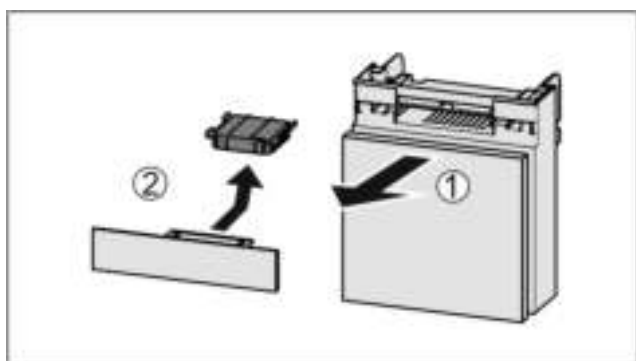

Fig. 41
- ▶ Lade vanaf de voorkant eruit trekken Fig. 41 (1).
- ▶ Actiefkoolfilter verwijderen Fig. 41 (2).